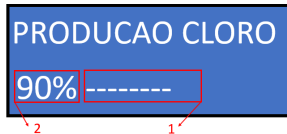

Figura 35
- Para definir el modo de operación deseado, navegue por el menú principal hasta encontrar la pantalla “PRODUCCIÓN CLORO” (figura 35) pulsando el botón “OK” para ser dirigido a la pantalla que determina el porcentaje de generación de cloro.
Los modos de funcionamiento en los que puede operar el Generador de Cloro EASYCLOR PRO son (figura 35- Item 1):